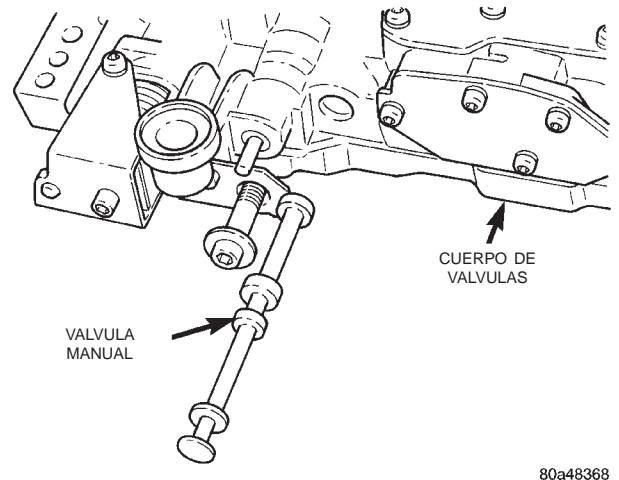

Fig. 43 Válvula manual
(7) Retire la válvula manual del cuerpo de válvulas (Fig. 43).